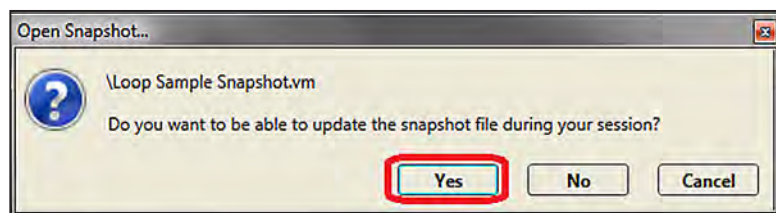

Figura 73. Caixa de diálogo Abrir Snapshot.
**PASSO 2.** Abra o arquivo Loop Sample Snapshot.vm. Na caixa de diálogo Open Snapshot clique no botão **Yes** para que as modificações no arquivo sejam possibilitadas. Ver Figura 73.